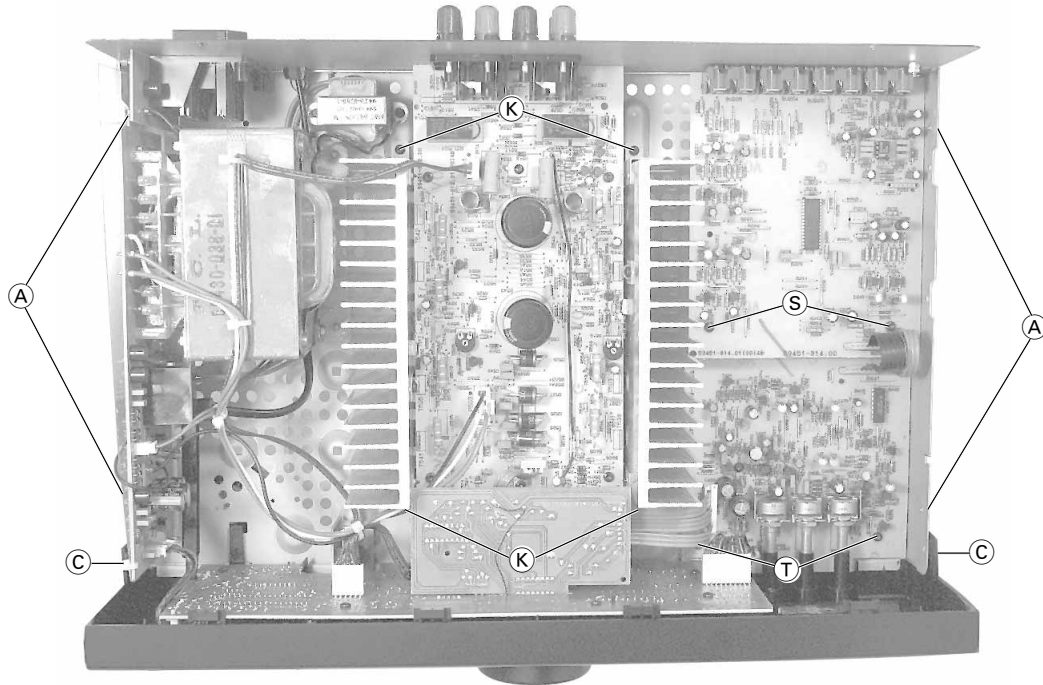
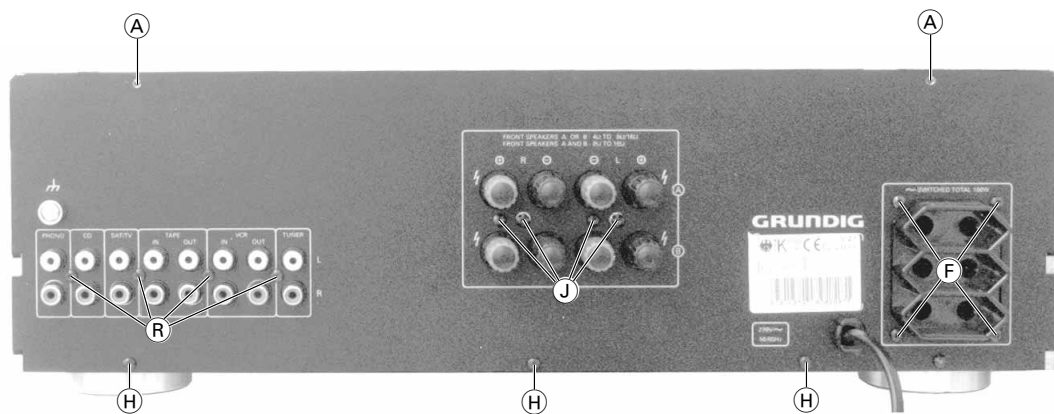

Fig. 1
Fig. 2
- 6 Schrauben (A) herausschrauben (Fig. 1 und 2).
- Undo 6 screws (A) (Fig. 1 and 2).
- 2 Rastnasen (C) ausrasten (Fig. 1).
- Disengage the 2 catches (C) (Fig. 1).
- 4 Schrauben (F) heraus-schrauben (Fig. 2).
- Alle Schrauben in der Rückwand (3 x (H), 4 x (J), 4 x (F) und 4 x (R)) heraus-schrauben (Fig. 2) und Rückwand abnehmen.
- 4 Schrauben (K) heraus-schrauben (Fig. 1).
- Undo 4 screws (F) (Fig. 2).
- Undo all screws at the back (3 x (H), 4 x (J), 4 x (F) and 4 x (R)) and remove back (Fig. 2).
- Undo 4 screws (K) (Fig. 1).
- 4 Schrauben (R) (Fig. 2) und 2 Schrauben (S) (Fig. 1) heraus-schrauben.
- 2 Schrauben (T) heraus-schrauben (Fig. 1).
- Undo 4 screws (R) (Fig. 2) and 2 screws (S) (Fig. 1).
- Undo 2 screws (T) (Fig. 1).